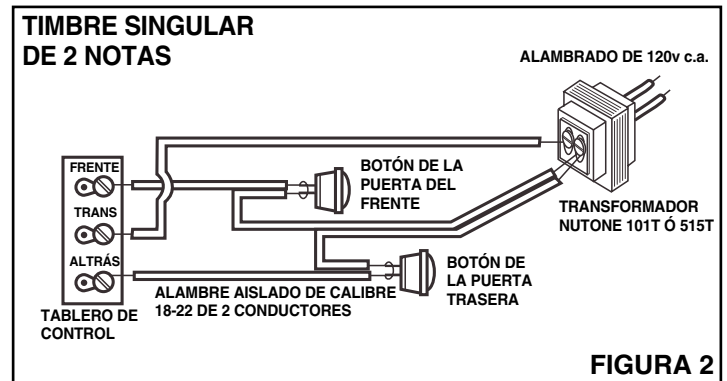
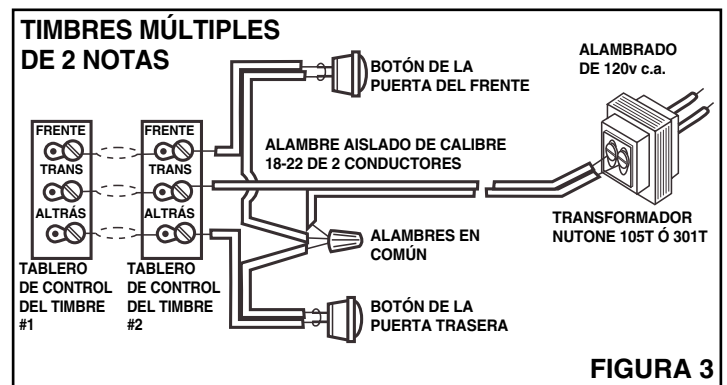

FIGURA 2
FIGURA 3
Refiérase a la Figura 2 para instalar sólo un timbre o a la Figura 3 para instalación de timbres múltiples. Corra alambre de calibre 18 al 22 con dos (2) conductores desde el transformador y el botón (los botones) hasta donde está localizado el timbre (los timbres). Ponga los alambres a través del hueco para alambrado en el plato de base del timbre (los timbres) y sujete el plato (los platos) de base a la pared a través de los huecos para montaje por medio de los tornillos que se proveen. Conecte el transformador y los alambres de los botones al tablero (los tableros) de control del timbre (de los timbres).